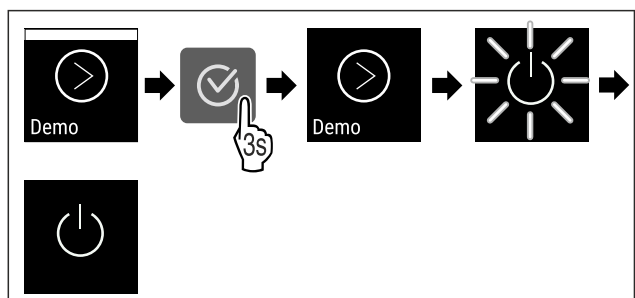

Fig. 91
- ▶ Efectuați pașii de acțiune (vezi Fig. 91).